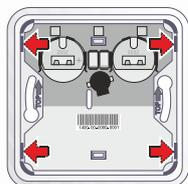

Fig. 2b
- Dégager la partie inférieure du boîtier en appuyant sur les 4 languettes dans les coins comme indiqué en fig. 2b. Dégager chacune d'elle avec un tournevis à tête plate sous un angle de 45°.
- Insérer la partie médiane dans la partie inférieure de manière à ce que les quatre languettes soient mises en place comme indiqué en fig. 2b.